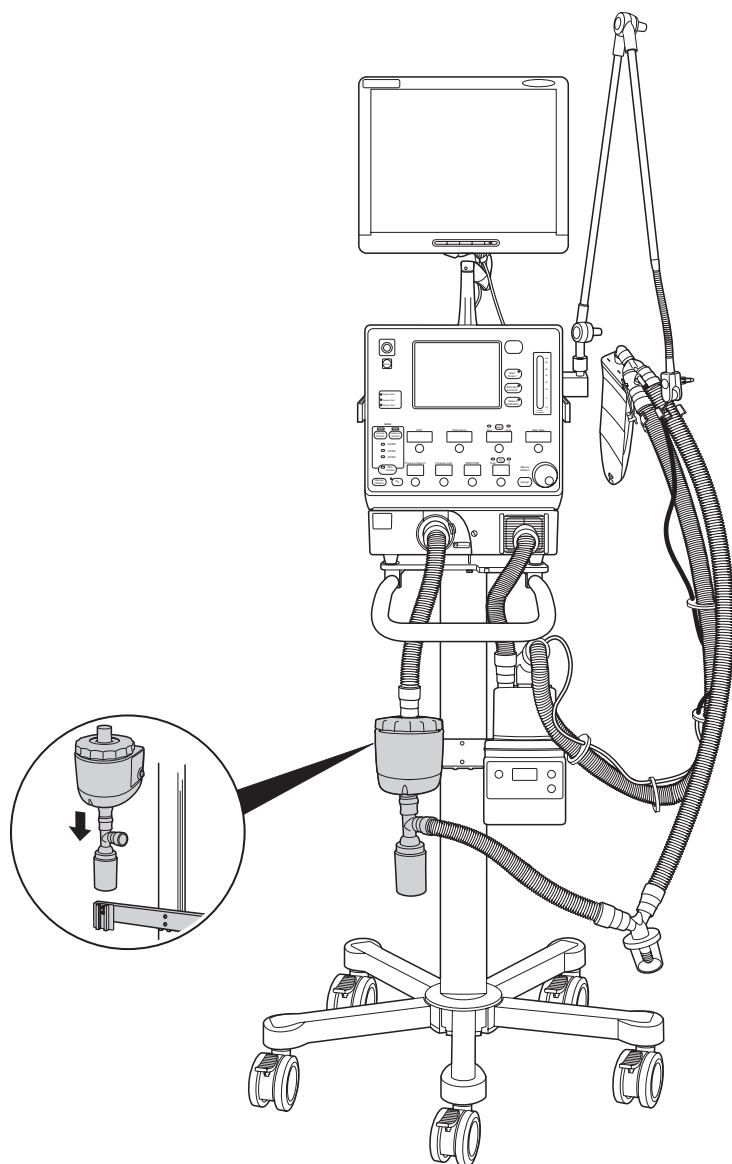

Figure 3-3 Montage du réchauffeur de filtre expiratoire
6. En option : Installez le kit réchauffeur de filtre expiratoire (les instructions sont fournies avec le kit réchauffeur). Voir la figure 3-3.